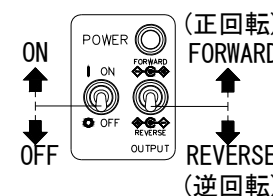

図2
4. ローテーションスイッチでモーターハンドピースの回転方向を希望する側に切り替えます。(図2)
5. 電源スイッチがON側に投入されると緑色のパイロットランプが点灯し、モーターハンドピースが回転し始めます。(図2)